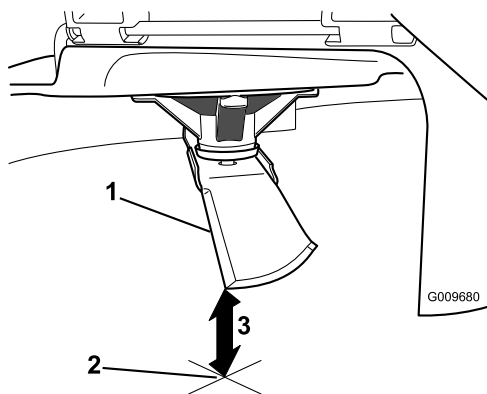

**Figura 49**
4. Gire la misma cuchilla 180 grados de manera que el otro extremo esté en la misma posición (Figura 49).